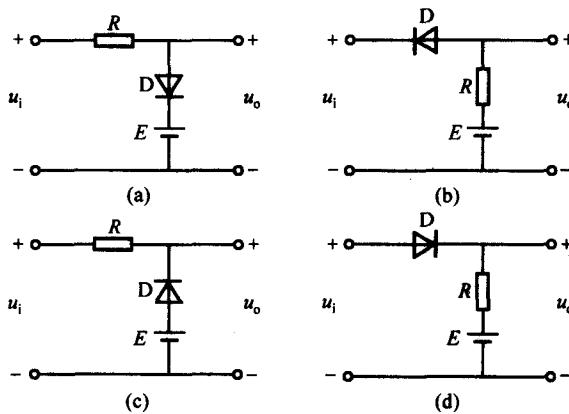

图 14.02 习题 14.3.2 的图
14.3.2 在图 14.02 的各电路图中, $E = 5$ V, $u_i = 10\sin\omega t$ V, 二极管的正向压降可忽略不计, 试分别画出输出电压 u_o 的波形。